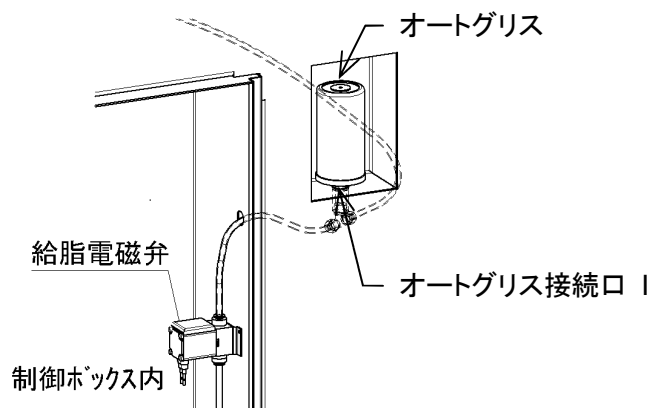

図 5-5
## 5.6 自動給油器の取り付け(図 5-5)
- ・ 付属品のオートグリスを機械左側面前側のオートグリス取り付け口 I に取り付けます。(図 5-5)